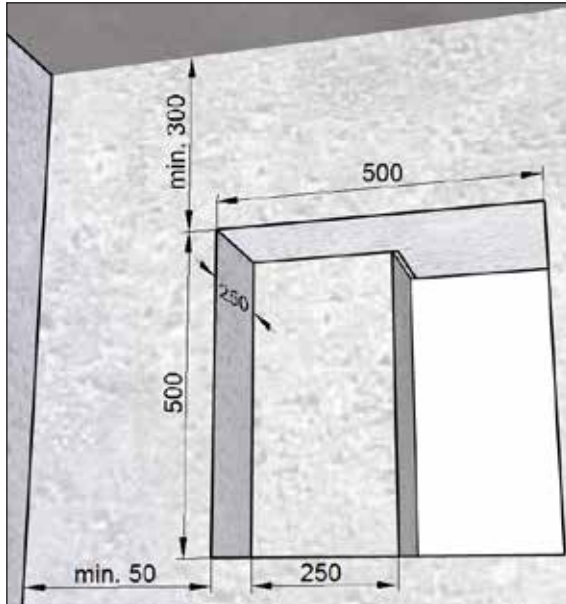

Abb. 9: Mauerdurchbruch für Montageset **ohne** Füllstück, Maße in Millimeter
- Mauerdurchbruch mit Nische (siehe Abb. 9) für Montageset **ohne** Füllstück M-WRG-M/Fü
- Mauerdurchbruch mit Nische (siehe Abb. 9 auf Seite 20) für Montageset **ohne** Füllstück M-WRG-M/Fü